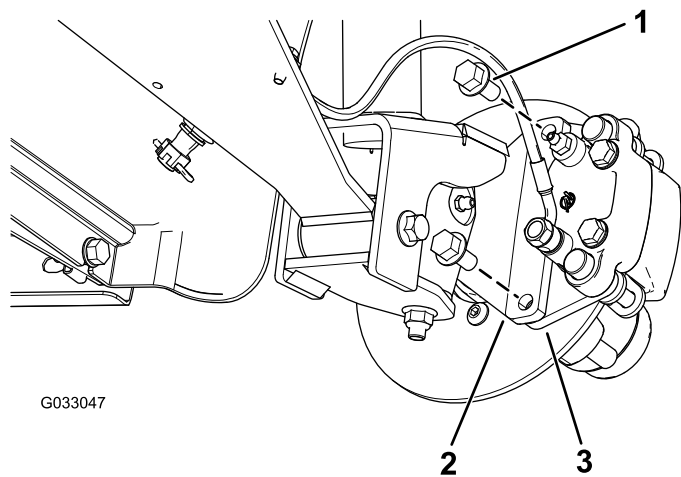
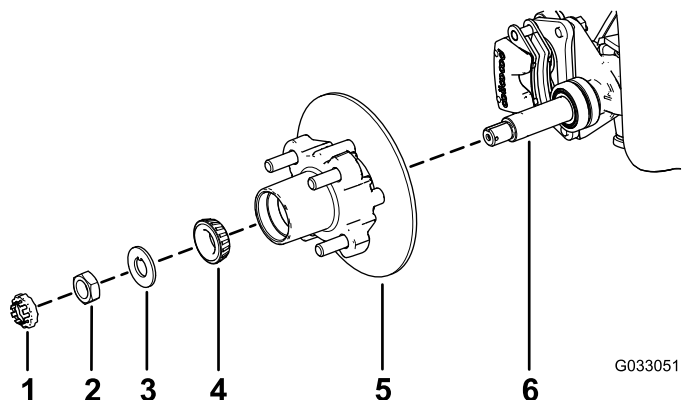

図 23
図 27
3. ブレーキアセンブリ用のブラケットをスピンドルに固定しているフランジヘッドボルト $\frac{3}{8}$ " x $\frac{3}{4}$ "を外してスピンドルからブレーキを取り外す 図 23。
1. スピンドルに所定のグリスを薄く塗る 図 27。
2. ハブとロータをスピンドルに取り付ける。ロータを内側にすること 図 27。
3. スピンドルに外側ベアリングを取り付けてレースにはめる 図 27。
4. スピンドルにタブワッシャを取り付ける 図 27。
5. スピンドルにスピンドルナットを取り付け、ハブを回してベアリングを着座させながらナットを 15 N·m 1.52 kg·m = 11 ft·lb に締めつける 図 27。
- ブレーキパッドをロータのそれぞれの側に合わせ 図 23、キャリパブラケットの穴と、スピンドルフレームのブレーキ取り付け部の穴を整列させる 図 27。
- キャリパブラケットをスピンドルフレームに固定する 図 23 フランジヘッドボルト $\frac{3}{8}$ " x $\frac{3}{4}$ " 2本を使用する。